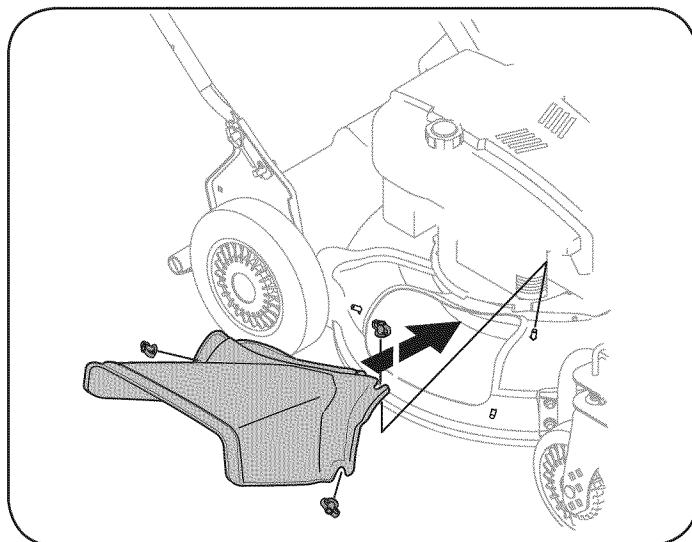

Figura 11
2. Acople el canal de descarga lateral y asegure con las tres tuercas mariposa. Vea la Figura 11.